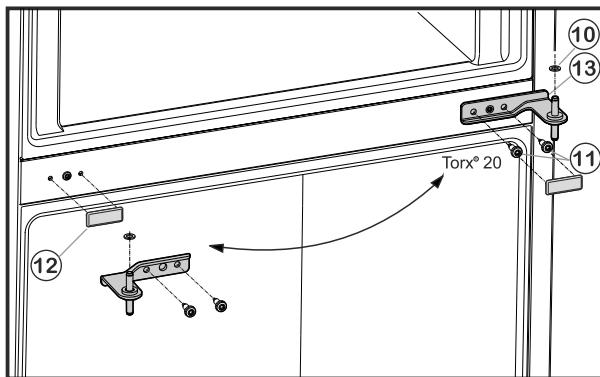

Fig. 6
- ▶ Vyskrutkujte upevňovacie skrutky Fig. 6 (11) (2x Torx® 20) a ložiskovú konzolu v strede vytiahnite zo spodných dverí.
- ▶ Odoberte plastovú podložku Fig. 6 (10).
- ▶ Krytku Fig. 6 (12) opatrne odoberte.
- ▶ Krytku Fig. 6 (12) znova nasadte na opačnú stranu.
- ▶ Ložiskovú konzolu v strede Fig. 6 (13) otočenú o 180° nasadte do spodných dverí a pomocou upevňovacích skrutiek Fig. 6 (11) (2x Torx® 20) ju znova pevne naskrutkujte na novú stranu závesu (**4 Nm**).
- ▶ Opäť nasadte plastovú podložku Fig. 6 (10).
- ▶ Vrchné dvere nasadte na ložiskovú konzolu v strede Fig. 6 (13).